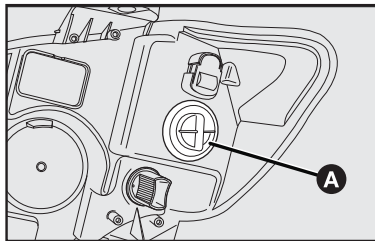

fig. 29
1) Retirar el portalámparas **A-fig. 29** girándolo en sentido antihorario;